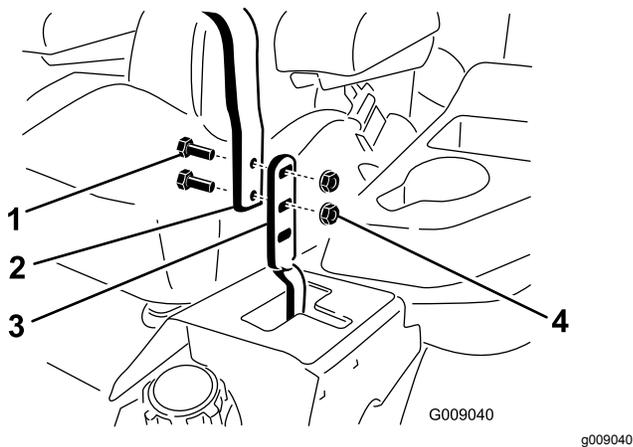

Figure 91
3. Desserrez les boulons et les écrous à embase situés dans les leviers (Figure 91).